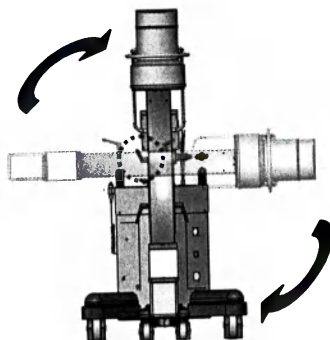

Рисунок 53
8.2.1.3 С-дуга должна быть зафиксирована в вертикальной позиции при помощи тормоза 3 (см. рисунок 53).